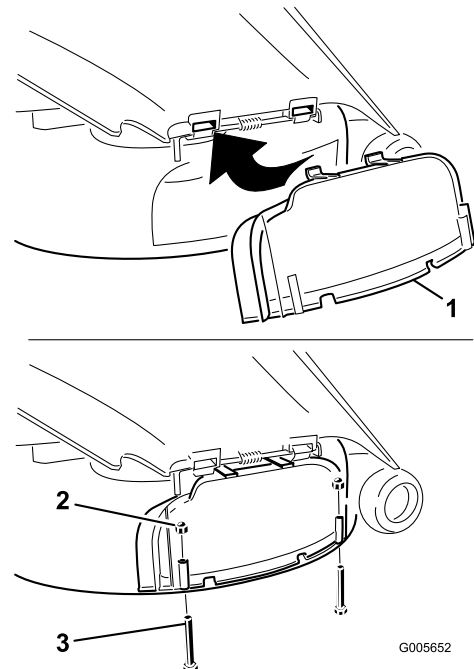

Bild 18
3. Heben Sie das Ablenkblech an und schieben die Zungen oben an der Auswurfkanalabdeckung unter die Haltestange des Ablenkblechs. Drehen Sie die Abdeckung des Auswurfkanals nach unten über die Öffnung und auf die untere Lippe des Mähwerks (Bild 18).
Kopfmuttern (1/4 Zoll) an der unteren Lippe des Mähwerks, siehe Bild 18.